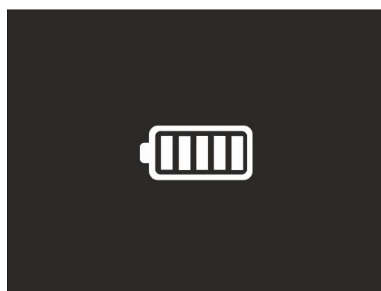

Fig. 53: Indication de la charge complète de la batterie
2. Lorsque le symbole «  » est allumé en permanence, le processus de chargement est terminé (voir Fig. 53)